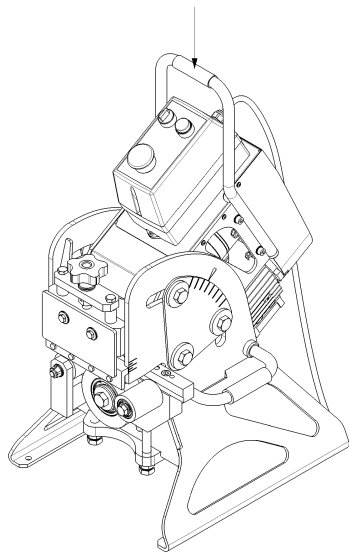

Рис. 4.1.1
- Поднимите кромкорежущий станок. Чтобы сделать это, используйте ленты, прилегающие к верхней ручке. Смотрите Рис. 4.1.1.
- Если вы используете станок для обработки деталей небольшого размера, вы должны зафиксировать на уровне поверхности путём отверстий в дне стойки (Рис. 4.1.1).